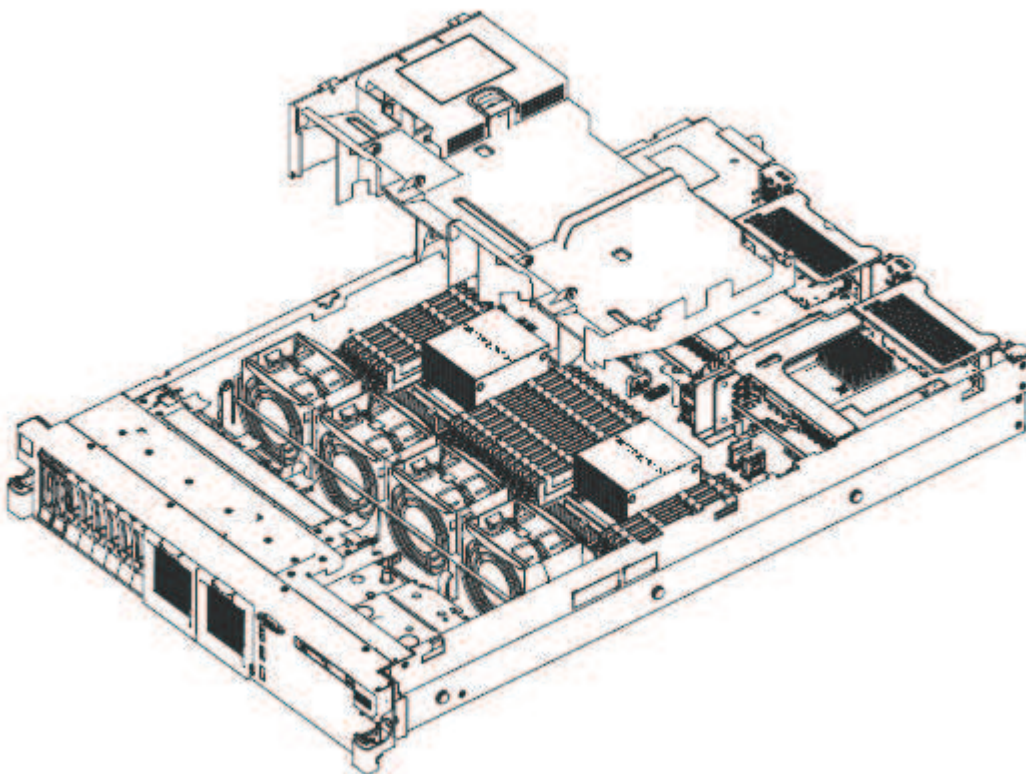

图 62. 更换空气挡板
3. 将空气挡板放低到位，如图 62 中所示，确保所有电缆不妨碍操作。向下按压空气挡板直至其牢固就位。